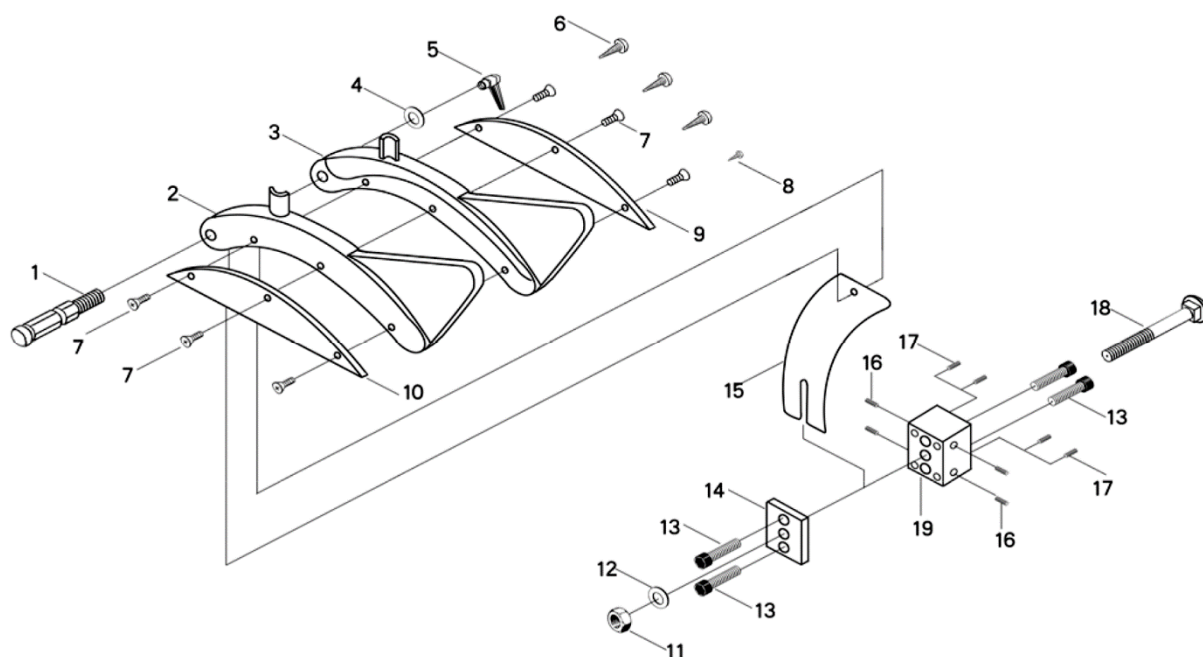

Рисунок 31.
- Открутите болт **18** (рис. 31) в сборочном узле, чтобы снять установочную пластину **14**.